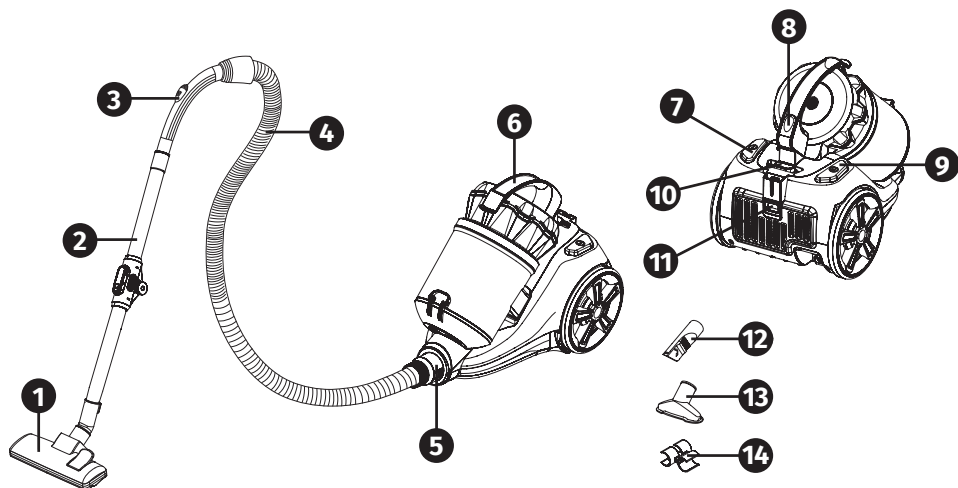

FIG 1
- 2) Coloque el cepillo para suelos en el tubo telescópico. (FIG 1)